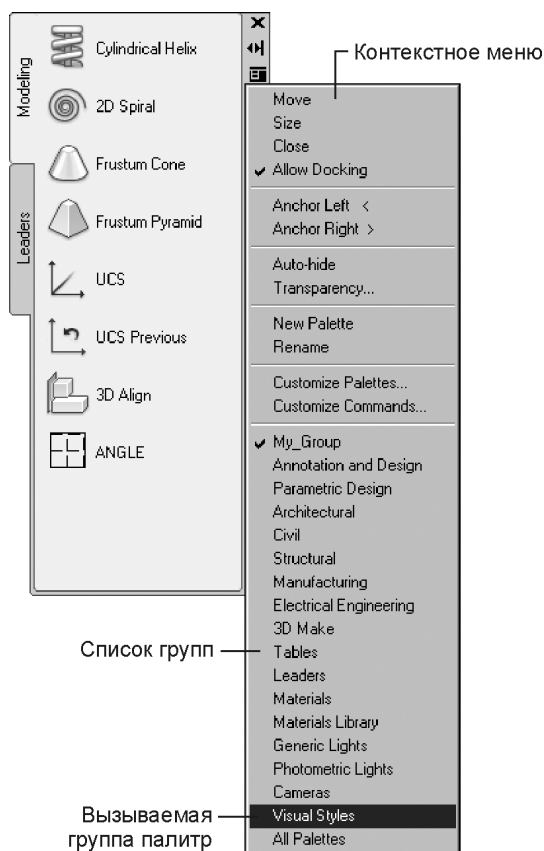

Рис. 7.20. Вызов палитры с инструментами стилей отображения
3. Щелкните правой кнопкой мыши на вертикальном заголовке появившегося диалогового окна палитр инструментов и выберите из дополнительного меню пункт **Visual Styles** (Визуальные стили) (рис. 7.20).